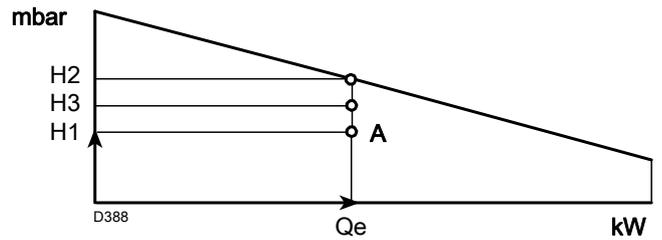

图 3
- 4 从点 A（图 3）处垂直画一条线，找到出力范围内的最大压力“H2”。
如果“H3”大于“H1”（图 3），则燃烧器能提供所需出力。